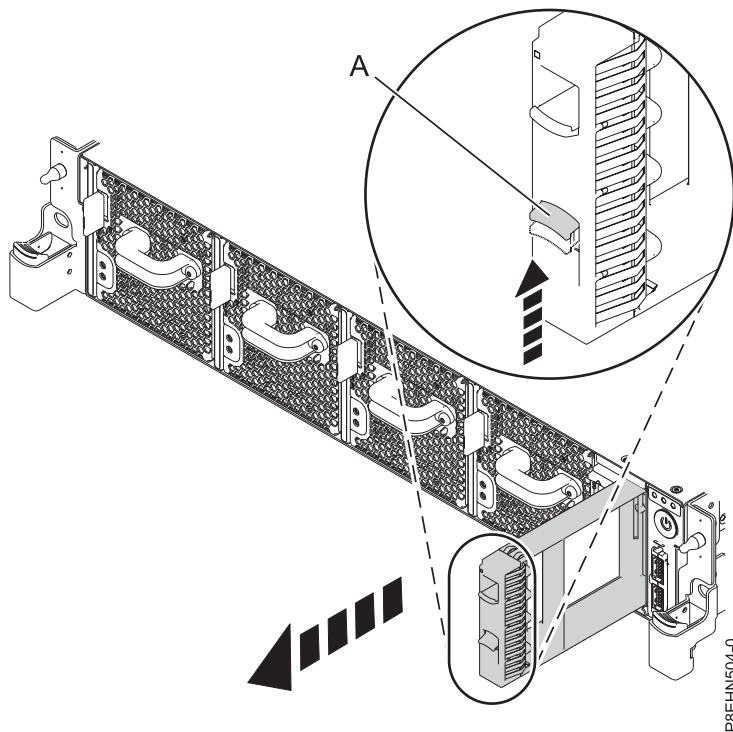

図 22. システムからのディスク・ドライブ・フィラーの取り外し
- a. フィラーのハンドルのロック (A) を押します。 図 22を参照してください。